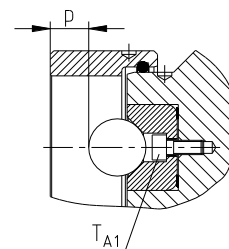

Figura 10
- Inspeccione la dimensión de referencia p (ver figura 10 y tabla 7).